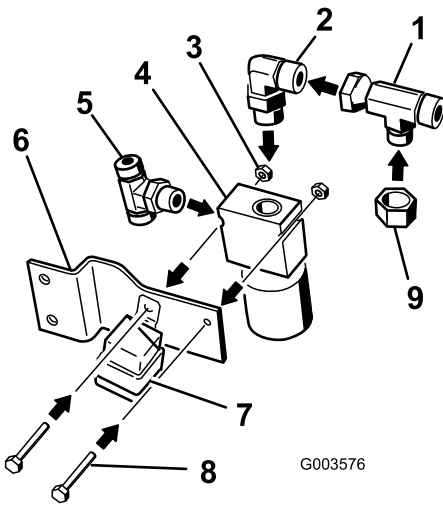

Bild 12
1. Montieren Sie die Anschlussstücke mit den Winkeln, die in den Bildern angegeben sind. Montieren Sie das T-Stück seitlich am Ventil. Siehe Bild 12 für das richtige T-Stück.
2. Montieren Sie einen kleinen 90-Grad-Krümmen oben am Ventil (Bild 12).
3. Befestigen Sie den T-Adapter am 90-Grad-Krümmen. Siehe Bild 12 für das richtige T-Stück.
4. Montieren Sie die Abdeckkappe am T-Adapter (Bild 12).
6. Befestigen Sie das Ventil mit zwei Schrauben ($\frac{1}{4}$ " x $1\frac{3}{4}$ ") und zwei Muttern ($\frac{1}{4}$ ") an der Ventilhalterung, siehe Bild 12.